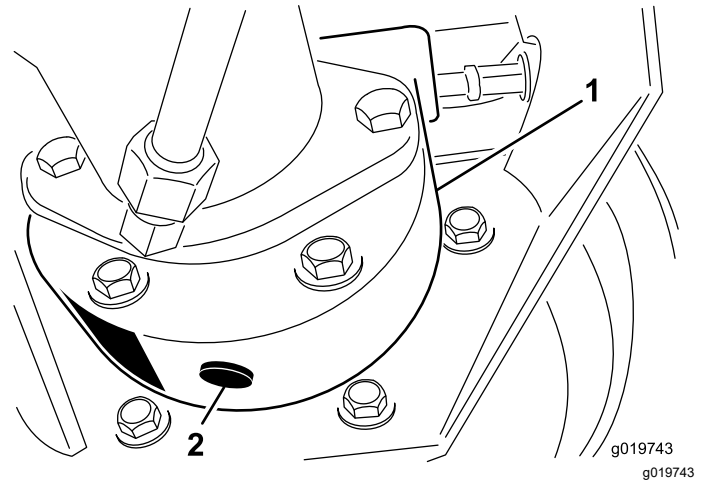

图 68
4. 将放油盘放在制动器箱下面取出排油塞让油排出 (图 68)。